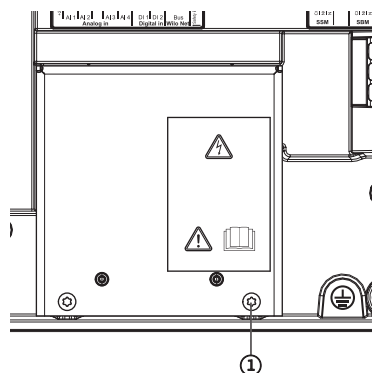

Fig. 114: EMC-beskyttelsesplade
4. Løsn skruerne på EMC-beskyttelsespladen (Fig. 114, pos. 1), og fjern beskyttelsespladen.